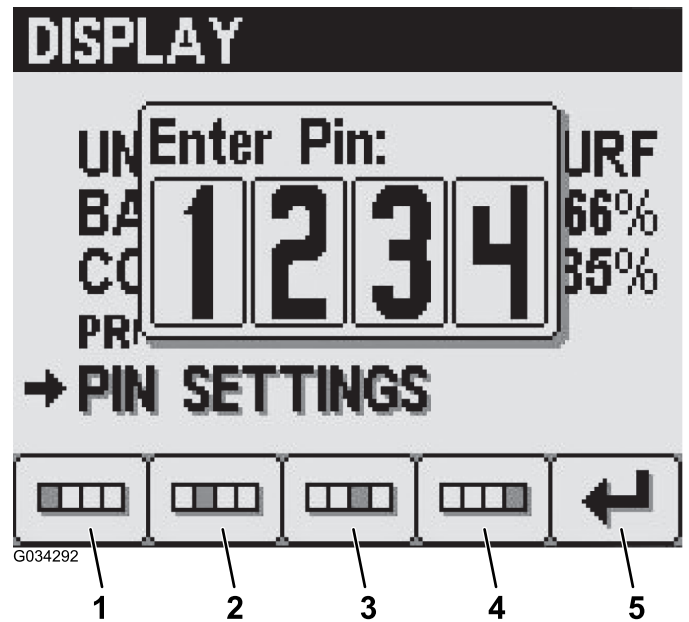

Figura 24
- Prima os botões 1 a 4 para introduzir o seu código PIN. Quando terminar a introdução do PIN, prima o botão 5 (Figura 24).
3. Prima os botões 1 a 4 para introduzir o seu código PIN. Quando terminar a introdução do PIN, prima o botão 5 (Figura 24).
4. No ecrã de introdução do PIN antigo, prima os botões 1 a 4 para introduzir o seu antigo código PIN e prima o botão 5 quando concluir o PIN (Figura 24).